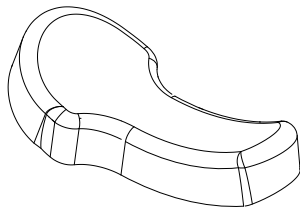

Abb. 16
- Mono-Sattel Abb. 16. Dieser Sattel wird zur zentralen Abstützung verwendet. Seine Form bietet sowohl von vorne als auch von hinten Halt.